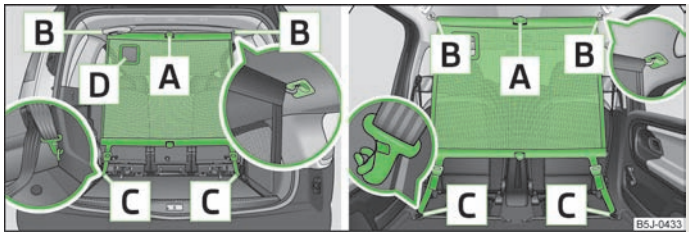

Abb. 46 Netztrennwand hinter den Rück-/Vordersitzen verwenden
- Die Querstange in die Aufnahme **[B]** » Abb. 46 erst auf der einen Seite setzen und nach vorn drücken. Auf gleiche Weise die Querstange auf der anderen Seite in die Aufnahme **[B]** setzen.
- Die Gurte auf beiden Seiten lösen und die Karabiner **[C]** aushängen » Abb. 46.
- Auf die rote Taste des Gelenks **[A]** » Abb. 46 drücken - das Gelenk löst sich.
Die Öffnung **[D]** » Abb. 46 in der Netztrennwand dient zur Durchführung des Dreipunkt-Sicherheitsgurts » Seite 111, *Sicherheitsgurt für den hinteren mittleren Sitz*.